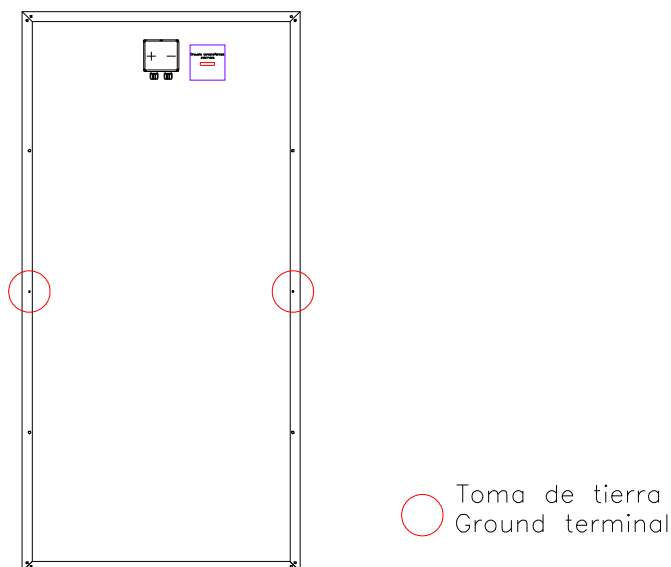

Figura 7 Localización de la toma de tierra
- Fijar el conductor de tierra al taladro correspondiente (figura 7) del marco mediante sistema de fijación mecánica como tornillo y tuerca (no suministrados)